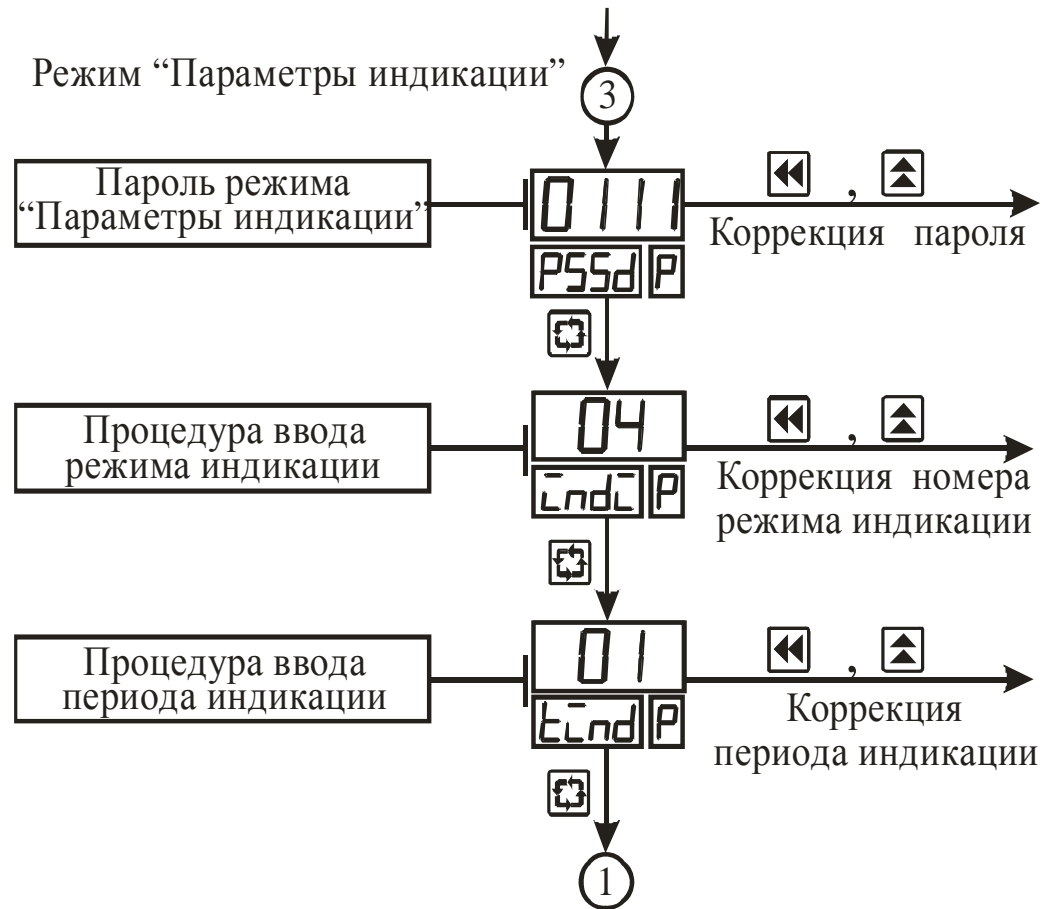

Рисунок 3.9 – Схема алгоритма работы в режиме "Параметры индикации"
3.4.3.1 Режим “Параметры индикации” (рисунок 3.9) определяет режим отображения информации в режиме «Работа».